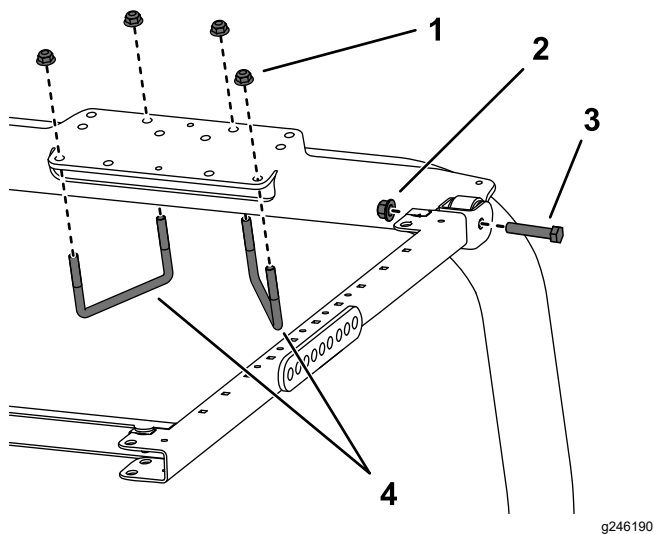

Figura 31
7. Posizionate la staffa di montaggio del ROPS sulla parte superiore del roll bar del trattorino (Figura 31). Assicuratevi che il roll bar sia centrato sulle staffe di montaggio del ROPS.
8. Utilizzando i fori di montaggio illustrati nella Figura 31, montate la staffa di montaggio del ROPS sulla parte superiore del roll bar con 2 bulloni a U ($4\frac{1}{2}$ " x $2\frac{3}{4}$ " e 4 dadi flangiati.